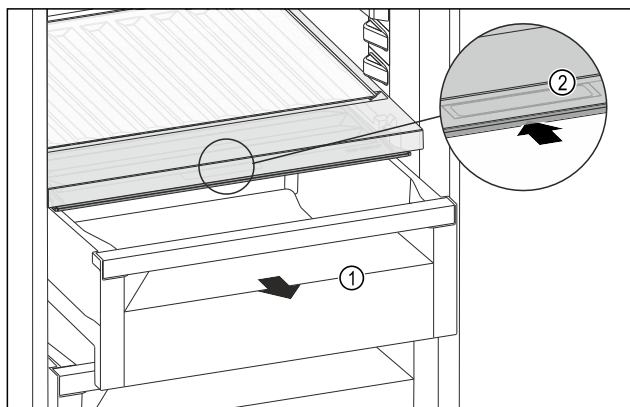

Fig. 114
- Schuifvak Fig. 114 (1) uittrekken.
- Greeplijst Fig. 114 (2) op het vakdeksel vastpakken en het vakdeksel gelijktijdig naar achteren schuiven.